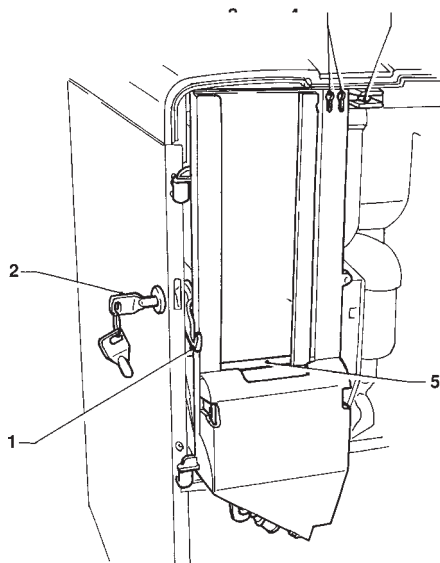

Fig. 11
**Pour agir sur la console du distributeur de sucre/palettes, faire attention à ce que la clé (voir fig. 11) soit tournée complètement en sens horaire afin d'éviter que le verrou de la serrure touche l'ensemble d'empilage des palettes.**
Enlever le poids des palettes (voir fig. 11) et introduire les palettes à charger. Ôter la bande de carte en ayant soin à maintenir toutes les palettes en position horizontale. Replacer le poids.
Lorsqu'on ouvre la porte, un micro-interrupteur spécial coupe la tension de l'équipement électrique de l'appareil. Pour remettre l'appareil sous tension lorsque la porte est ouverte, il suffit d'engager la clé prévue à cet effet dans la fente (voir fig. 11).
En fonction de la longueur des palettes que l'on souhaite utiliser, il est nécessaire de vérifier si le dispositif de mise en colonne des palettes est correctement monté (voir fig. 11)